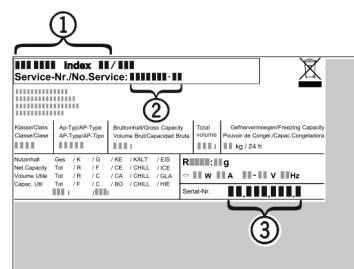

Fig. 11
- Relever la désignation de l'appareil Fig. 11 (1), le n° de service Fig. 11 (2) et le n° de série Fig. 11 (3) sur la plaquette signalétique. Cette plaquette se trouve sur la paroi intérieure gauche de l'appareil.
- Informez le S.A.V. et lui communiquer la panne, la désignation de l'appareil Fig. 11 (1), le n° de service Fig. 11 (2) et le n° de série Fig. 11 (3).